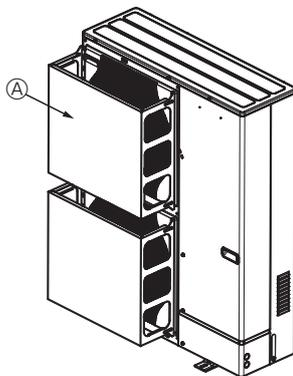

Fig. 2-4
- ② Ugradite opcioni zaštitni usmerivač vazduha ako je jedinica montirana na mestu gde veoma jaki tajfunski i sl. vetrovi mogu direktno da uđu u odvod vazduha. (Fig. 2-4)